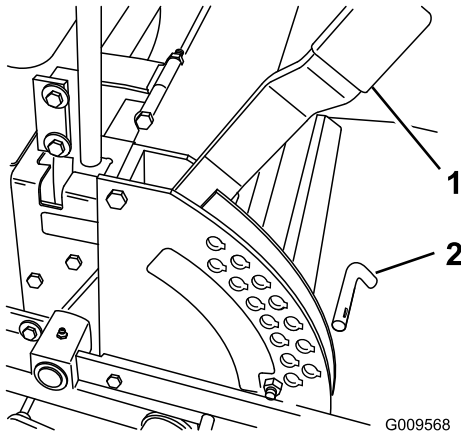

Figura 28
1. Eleve a alavanca da altura de corte para a posição de TRANSPORTE (também a posição da altura de corte de 127 mm) (Figura 28).
2. Para ajustar, remova o pino do suporte da altura de corte (Figura 28).
3. Selecione um orifício, no suporte da altura de corte, que corresponda à altura de corte desejada e insira o pino (Figura 28).